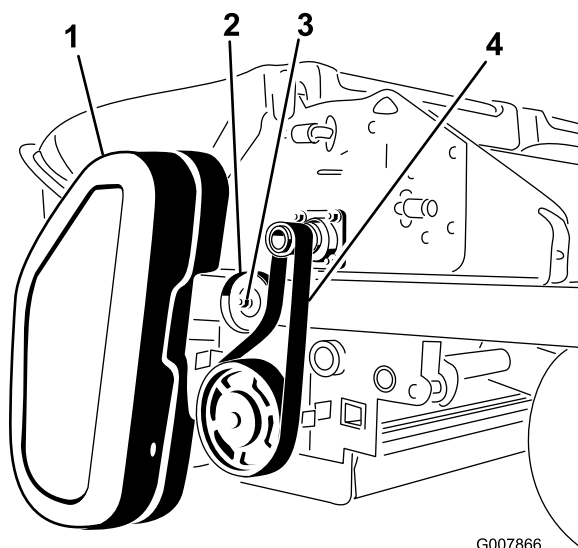

Figure 59
1. Retirez le couvercle de courroie (Figure 59).
2. Desserrez l'écrou sur la poulie de tension (Figure 59).
3. Déchaussez la courroie de l'arbre du hacheur et de la poulie de la brosse (Figure 59).